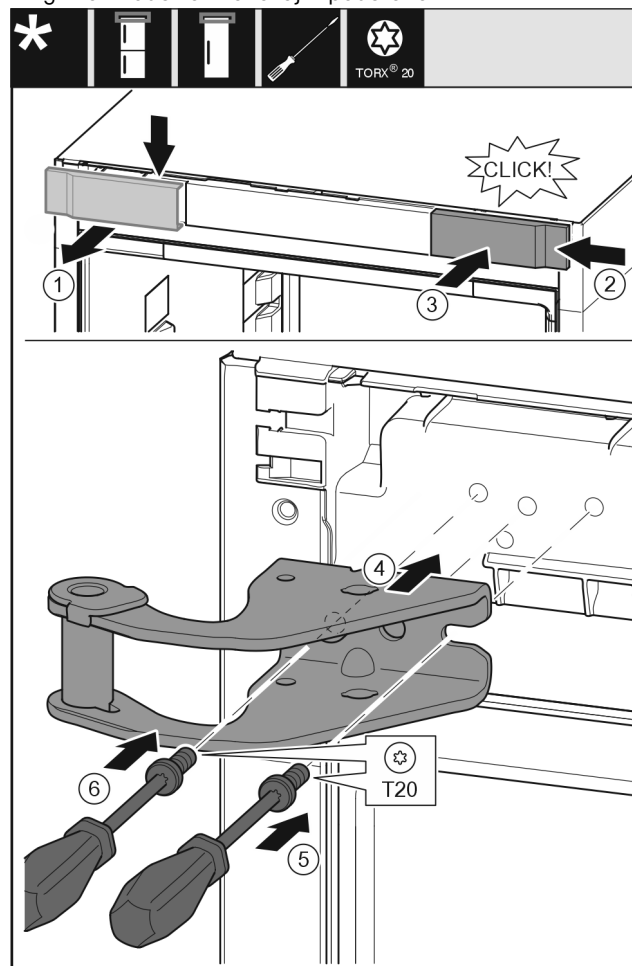

Fig. 9
- ▶ Pokrov snemite od zgoraj v smeri naprej. Fig. 9 (1)
- ▶ Pokrov, obrnjen za 180°, namestite na drugi strani desne strani. Fig. 9 (2)
- ▶ Zatakните pokrov. Fig. 9 (3)
- ▶ Pristavite zgornji ležajni podstavek. Fig. 9 (4)
- ▶ Vijak vstavite z izvijačem T20 in ga zategnite. Fig. 9 (5)
- ▶ Vijak vstavite z izvijačem T20 in ga zategnite. Fig. 9 (6)